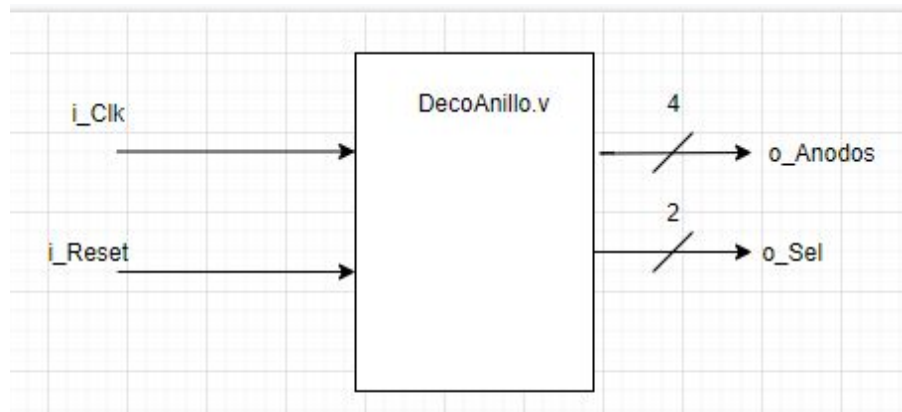

Imagen 6. Caja negra de DecoAnillo.
- c) **DecoAnillo:** La Imagen 6 nos muestra la caja negra de el Decodificador de anillo, su funcionalidad se basa en que cada haya un cambio en la señal i_Clk, cambiará la salida o_Anodos, esto quiere decir que que i_Clk cambie va a cambiar el display en el que se va a mostrar el dato. De la misma señal i_Clk se obtendrá una segunda salida que al igual que la de 0_Anodos, cambiará su valor en cada cambio de i_Clk. En la Tabla 4 se muestra las entradas y salidas de este bloque y una breve explicación de éstas.